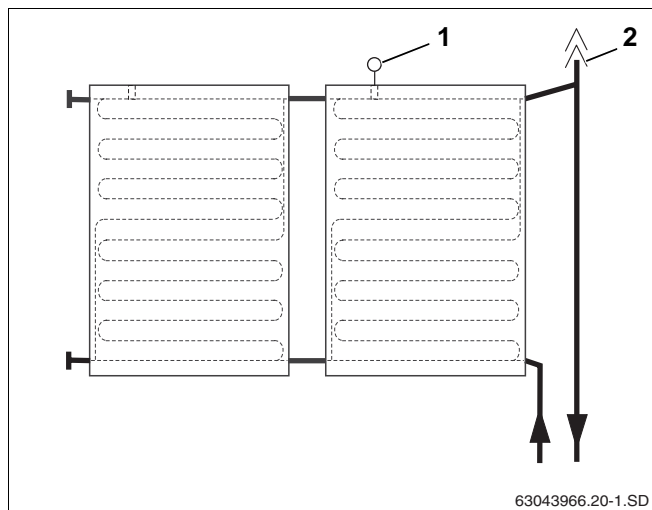

Bild 54 Luftbehållare med avluftare för framledningsanslutning
Om du vill avlufta solvärmesystemet med en automatisk avluftare (tillbehör) på anläggningens högsta punkt, måste framledningen läggas så att den stiger mot avluftaren (bild 54, **pos. 2**) och returledningen så att den stiger mot solpanelsgruppen (bild 54).